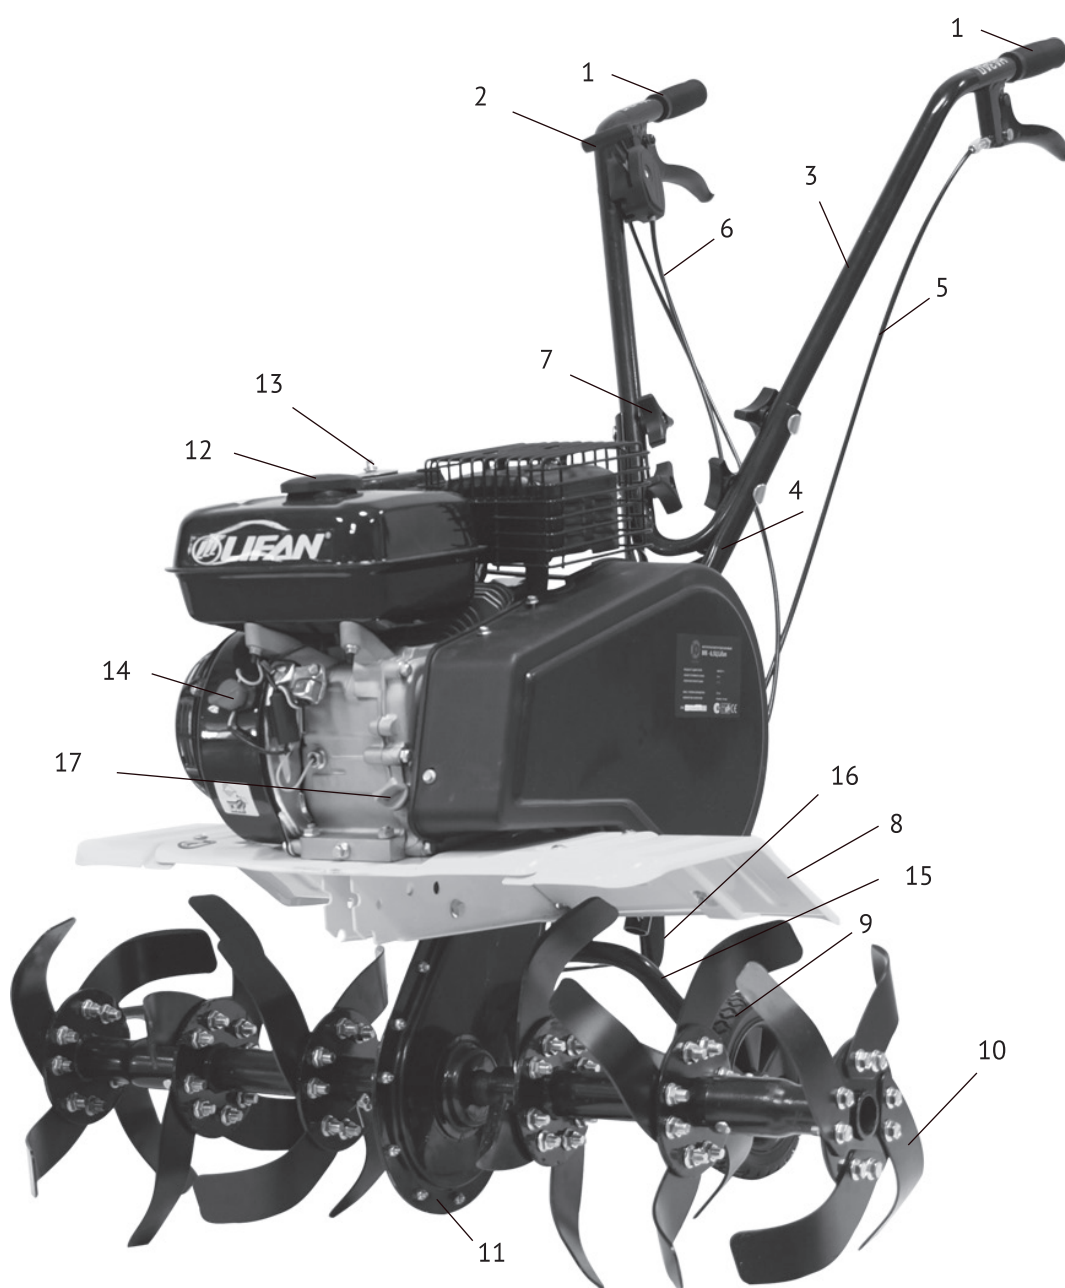
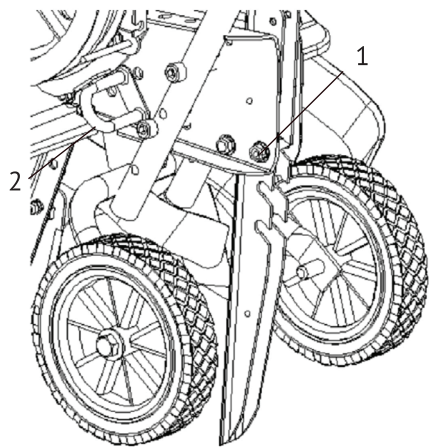
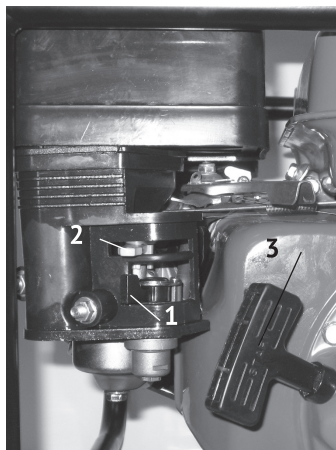

рис. 1
рис. 2
рис. 3
4.1 Общий вид мотокультиватора схематично представлен на рис. 1
6.2 Установите нижнюю часть рукоятки рулевого управления (рис.1 поз.4) на основание мотокультиватора и зафиксируйте винтами.
6.3 Установите верхнюю часть рукоятки рулевого управления (рис.1 поз.3) на нижнюю часть и зафиксируйте фиксаторами (рис.1 поз.7)
6.4 Закрепите блок управления дроссельной заслонкой (рис. 1 поз.2) на правой стороне верхней рукоятки.
6.6 Установите регулятор глубины вспашки (рис.1 поз. 16) на основании мотокультиватора на необходимую глубину и зафиксируйте винтами (рис.2, поз.1)
6.7 На (рис.2 поз.2) показано положение кронштейна с колесами при транспортировке культиватора, в режиме вспашки необходимо вынуть этот кронштейн, поднять колёса и вставить кронштейн в соответствующий паз.
- Выкрутите щуп пробку из маслозаливной горловины (рис. 1 поз.17) и залейте в картер масло соответствующего типа. Вставьте сухой чистый щуп в горловину и выньте его, проверьте уровень масла: граница смоченной области щупа должна располагаться между отметками минимального и максимального уровней.
- Переведите выключатель зажигания (рис.1 поз.14) в положение «ON».
- Откройте топливный кран (рис.3 поз.1) - крайне правое положение.
- Переведите рычаг управления воздушной заслонкой (рис.3 поз.2) до упора в крайне левое положение «Закрыто» при пуске холодного двигателя и в промежуточное при пуске прогретого двигателя.
- Установите рычаг регулировки дроссельной заслонкой (рис.1 поз.2) в центральное положение между положением «Минимально» и «Максимально».
- Резко с интенсивным усилием потяните трос стартера (рис.3 поз.3) до упора, повторите действие ещё раз при необходимости. Если двигатель не запускается, следует изменить положение рычага воздушной заслонки (рис.3 поз.2), открывая её тем больше, чем выше температура двигателя и окружающего воздуха.
- После прогрева двигателя в течение 10-40 секунд, в зависимости от начальной температуры, переведите рычаг воздушной заслонки (рис.3 поз.2) в крайне правое положение «Открыто», и рычаг регулировки дроссельной заслонкой (рис.1 поз.2) в до упора назад в положение «Минимально», если при этом двигатель работает неустойчиво вернуть рычаг воздушной заслонки в прежнее положение и обеспечить завершение прогрева двигателя.
- Отпустите рычаг привода фрез для их остановки. (рис.1 поз.1).
- Установите рычаг регулировки дроссельной заслонкой (рис.1 поз.2) до упора назад в крайне положение «Минимально».
- Переведите выключатель зажигания (рис.1 поз.14) в положение «OFF».
- Закройте топливный кран (рис.3 поз.1) - крайне левое положение.
Держите рукоятки управления надёжно, двумя руками. Для начала вращения фрез и движения мотокультиватора вперёд/назад выжмите рычаг привода фрез (рис.1 поз.1).
- Открутите фиксирующий винт крышки воздушного фильтра (рис.1 поз.13).